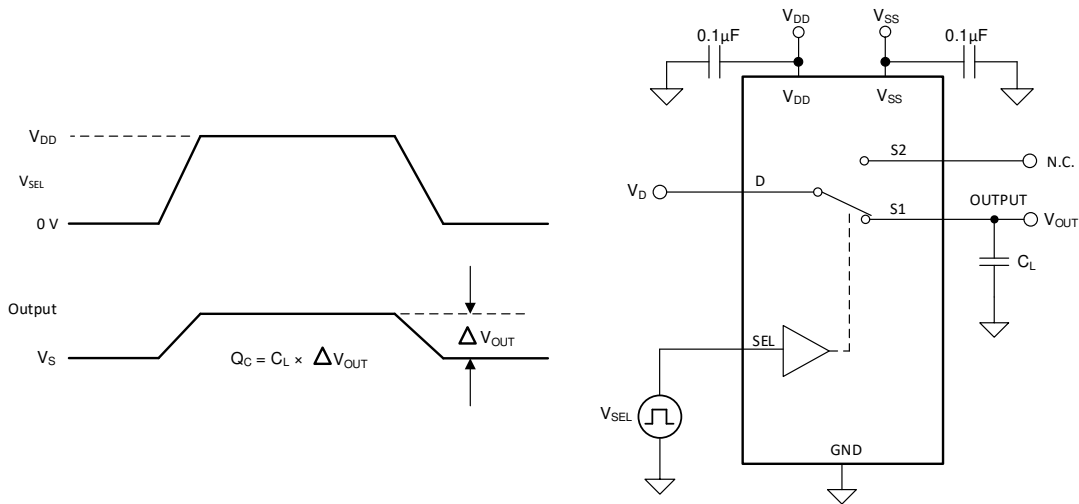

图 6-6. 电荷注入测量设置
TMUX1219-Q1 具有传输门拓扑。NMOS 和 PMOS 晶体管之间电容的任何不匹配都会导致在栅极信号的下降沿或上升沿期间向漏极或源极注入电荷。注入器件源极或漏极的电荷量称为电荷注入，用符号  $Q_C$  表示。图 6-6 展示了用于测量从漏极 (D) 到源极 (Sx) 的电荷注入的设置。